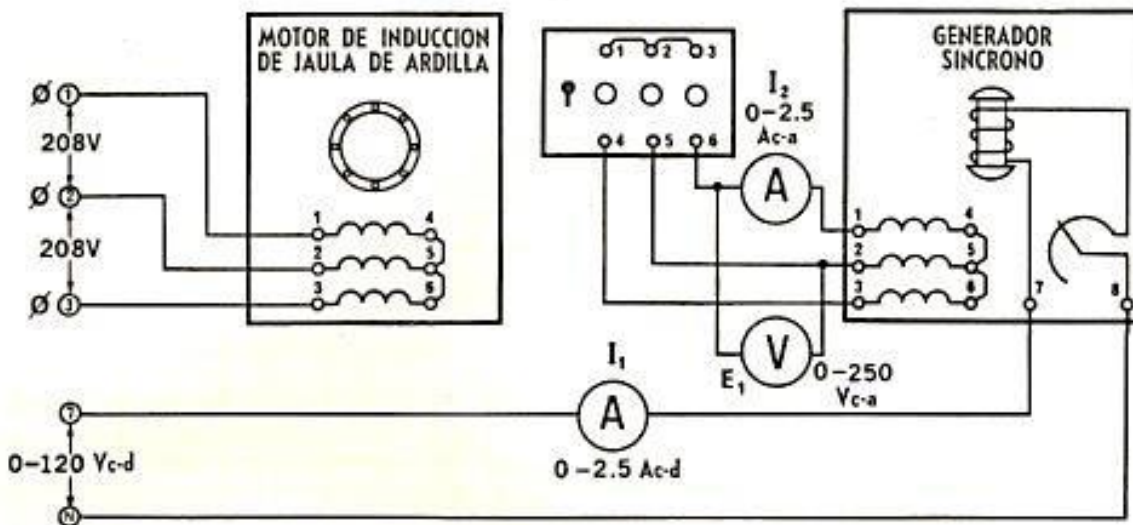

Figura 2
- 7. Conecte el circuito que se ilustra en la figura 2, con el interruptor de sincronización EMS. Observe que el interruptor está conectado de tal manera que, al cerrarlo, queden en corto circuito directo los devanados del alternador.